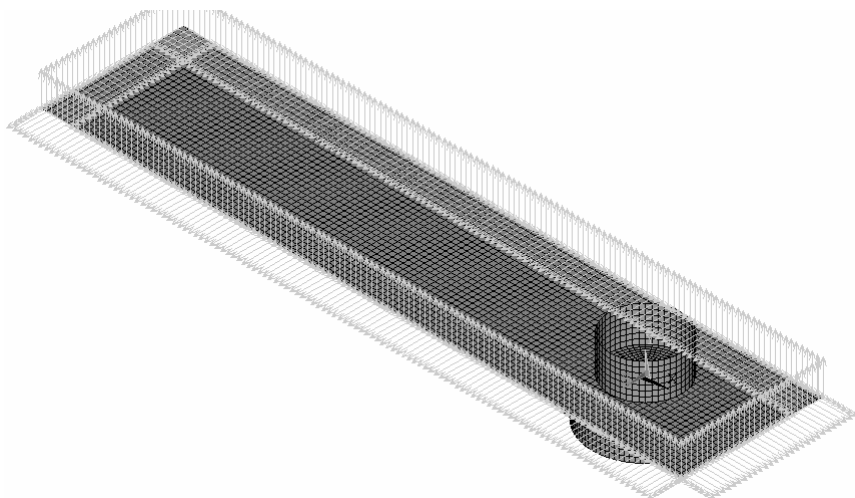

图 10-105 钢带四边受到的位移载荷
(4) 继续在“Specify Loads for LS-DYNA Explicit”窗口“Load Labels”后的方框中选择“UX”，在“Component name or PART number:”后选择“SH”，在“Parameter name for time values:”后选择“TIMEX”，在“Parameter name for data values:”后选择“DISX”，然后单击“APPLY”按钮。图形界面上显示出施加在钢带四边（沿 X 方向）的位移载荷（见图 10-105）。